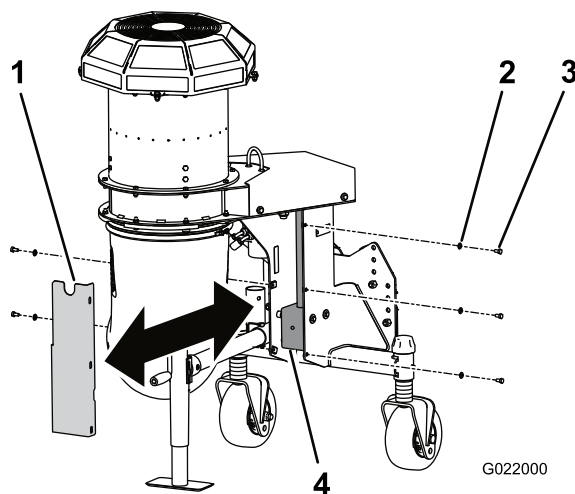

Figure 24
2. Retirez les 5 vis et rondelles qui fixent le couvercle du boîtier d'engrenages au souffleur (Figure 24).
3. Déposez le couvercle pour exposer le boîtier d'engrenages du souffleur (Figure 24).